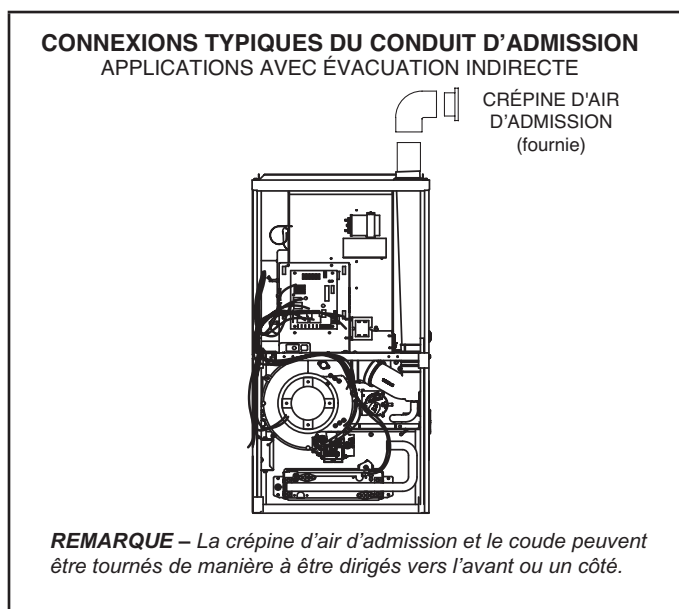

FIGURE 25
- 1 - Acheminer le conduit d'admission au moyen de pièces non fournies et de la crépine d'admission d'air fournie, comme illustré à la FIGURE 25. Prévoir un dégagement minimal de 3 po (76 mm) autour de l'ouverture d'admission. L'ouverture d'admission (avec la crépine de protection) doit toujours être dirigée vers l'avant ou vers le côté.